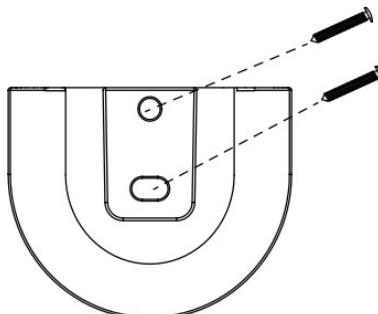

Рис. 11a
1. Знайдіть відповідну стіну, щоб закріпити тримач пульта дистанційного керування за допомогою 2 гвинтів. (Рис.11a).